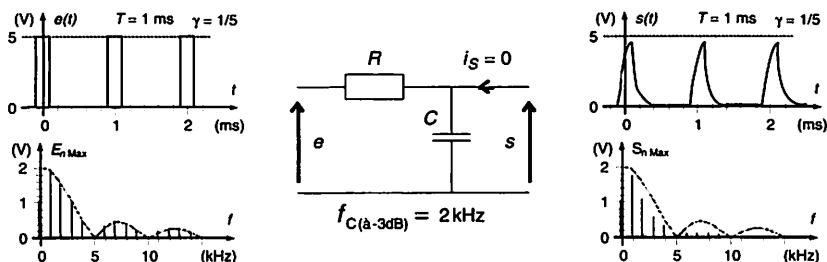

Figure 1.4 Filtre passe-bas du 1er ordre excité par une tension rectangulaire
**Exemple :** Filtre passe-bas du 1er ordre excité par une tension rectangulaire (Fig. 1.4).